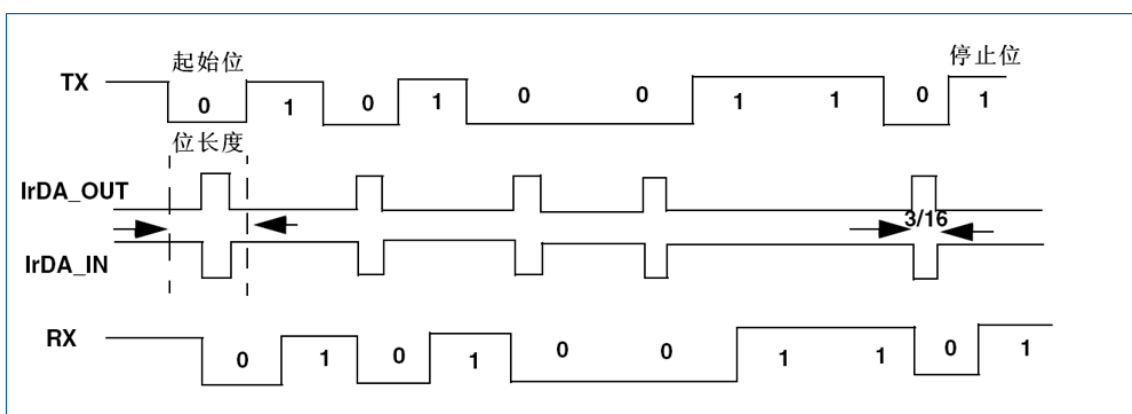

图 25-18 IrDA 数据调制 (3/16) 普通模式
- SIR 发送逻辑把‘0’作为高脉冲发送，把‘1’作为低电平发送。脉冲的宽度规定为正常模式时位周期的 3/16 (详见图 25-18)。